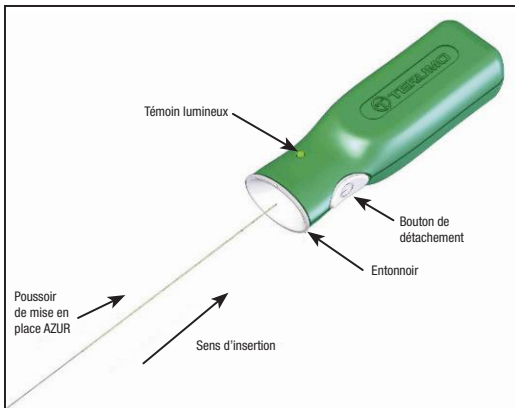

Figure 2 : Contrôleur de détachement AZUR
15. Avant d'utiliser le dispositif, retirer du tube protecteur l'extrémité proximale du poussoir de mise en place. Prendre les précautions nécessaires pour éviter de contaminer cette extrémité du poussoir de mise en place avec des substances étrangères comme du sang ou du produit de contraste. Insérer fermement l'extrémité proximale du poussoir de mise en place dans la partie en entonnoir du contrôleur de détachement AZUR. Voir Figure 2. **Ne pas appuyer sur le bouton de détachement à ce stade.**
- Raccorder l'extrémité proximale du poussoir de mise en place au contrôleur de détachement AZUR en insérant fermement l'extrémité proximale du poussoir de mise en place dans la partie en entonnoir du contrôleur de détachement AZUR. Voir Figure 2.